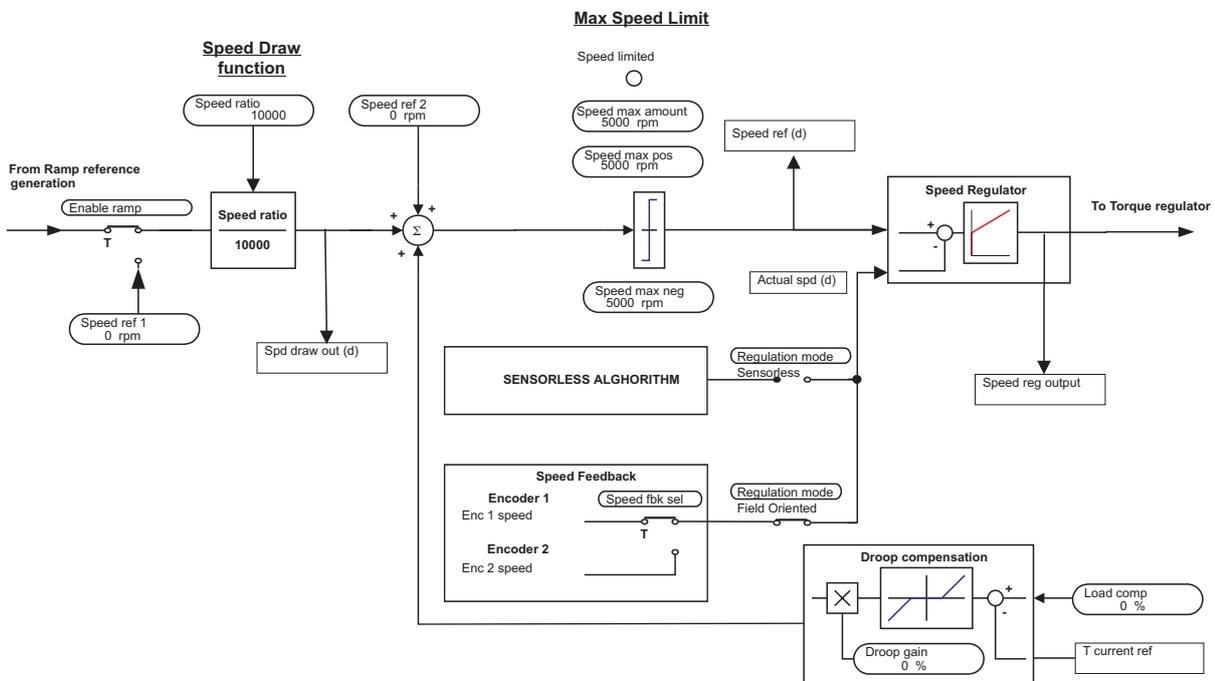

Figure 2.5.2.1 Référence de vitesse
- Speed max amount** Règle la vitesse max., pour les 2 sens de rotation. La fonction opère sur l'entrée du régulateur de vitesse et tient compte aussi bien des références qui proviennent de la rampe que de celles introduites directement (voir figure 2.5.2.1.). Quand le paramètre **Speed max amount** est changé, les paramètres **Speed max pos** et **Speed max neg** sont portés eux aussi à la même valeur. Si par la suite un de ces paramètres est changé de nouveau, ce dernier changement reste valable. La valeur à introduire dépend du Facteur fonction.
- Speed max pos** Règle la vitesse max., pour le sens de rotation horaire du moteur. La fonction opère sur l'entrée du régulateur de vitesse et tient compte aussi bien des références qui proviennent de la rampe que de celles introduites directement (voir figure 2.5.2.1.). La valeur à introduire dépend du Facteur fonction.
Règle la vitesse max., pour le sens de rotation anti-horaire du moteur. La fonction opère sur l'entrée du régulateur de vitesse et tient compte aussi bien des références qui proviennent de la rampe que de celles introduites directement (voir figure 2.5.2.1.). La valeur à introduire dépend du Facteur fonction.